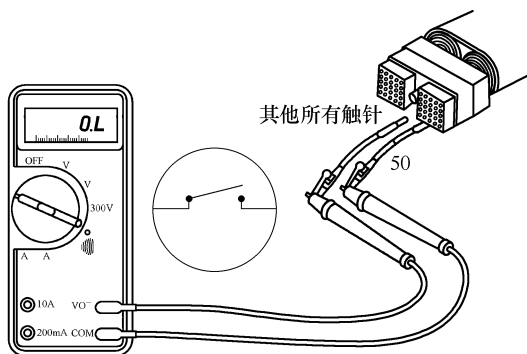
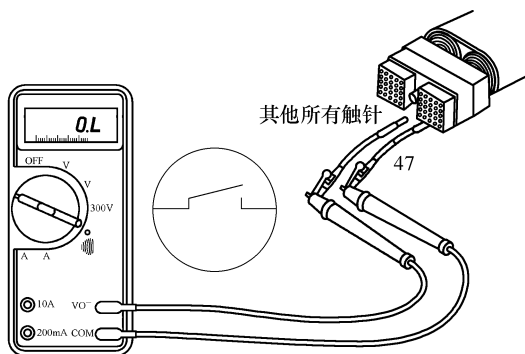

图 4-40 测量触针 50 与其他所有触针间的电阻
图 4-41 测量触针 47 与其他所有触针间的电阻
④ 分别测量传感器线束插头触针 50、47 与插头中其他所有触针之间的电阻, 分别如图 4-40 和图 4-41 所示, 电阻应大于 $100\text{k}\Omega$ 。若不合格, 则存在短路, 应维修或更换传感器线束。